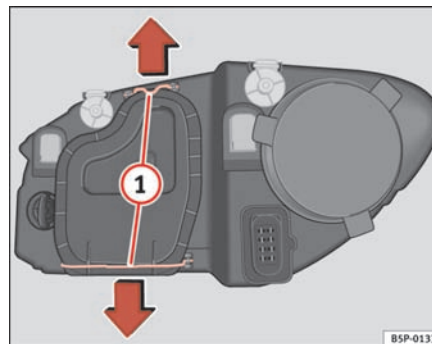

Fig. 189 Nærlys
- Skub støtterne ⇒ side 264, fig. 189 ① i pilenes retning, og tag dækslet af.